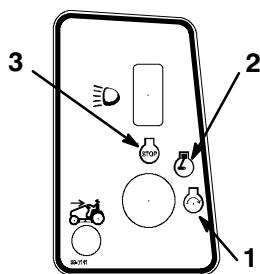

Figure 9
5. Tournez la clé de contact dans le sens des aiguilles d'une montre et maintenez-la en position de démarrage (Fig. 9). Relâchez-la quand le moteur démarre.
- Tournez la clé de contact en position contact coupé et enlevez-la (Fig. 9).